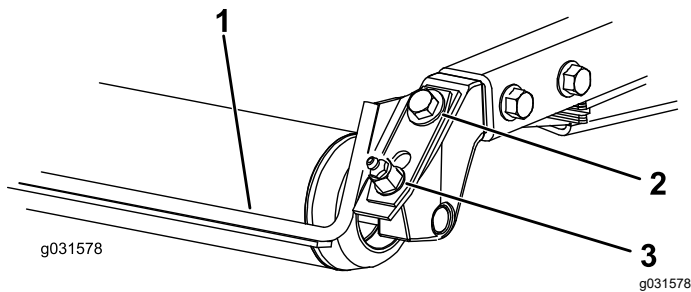

Figura 21
1. Afloje el engrasador y el tornillo de montaje (Figura 21).